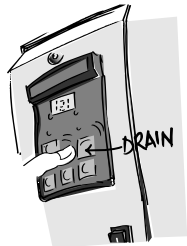

Fig. 1
- drenare completamente l'acqua premendo il tasto "Drain" del controllo (fig. 1);
- completely drain the water by pressing the "Drain" button on the control (fig. 1);